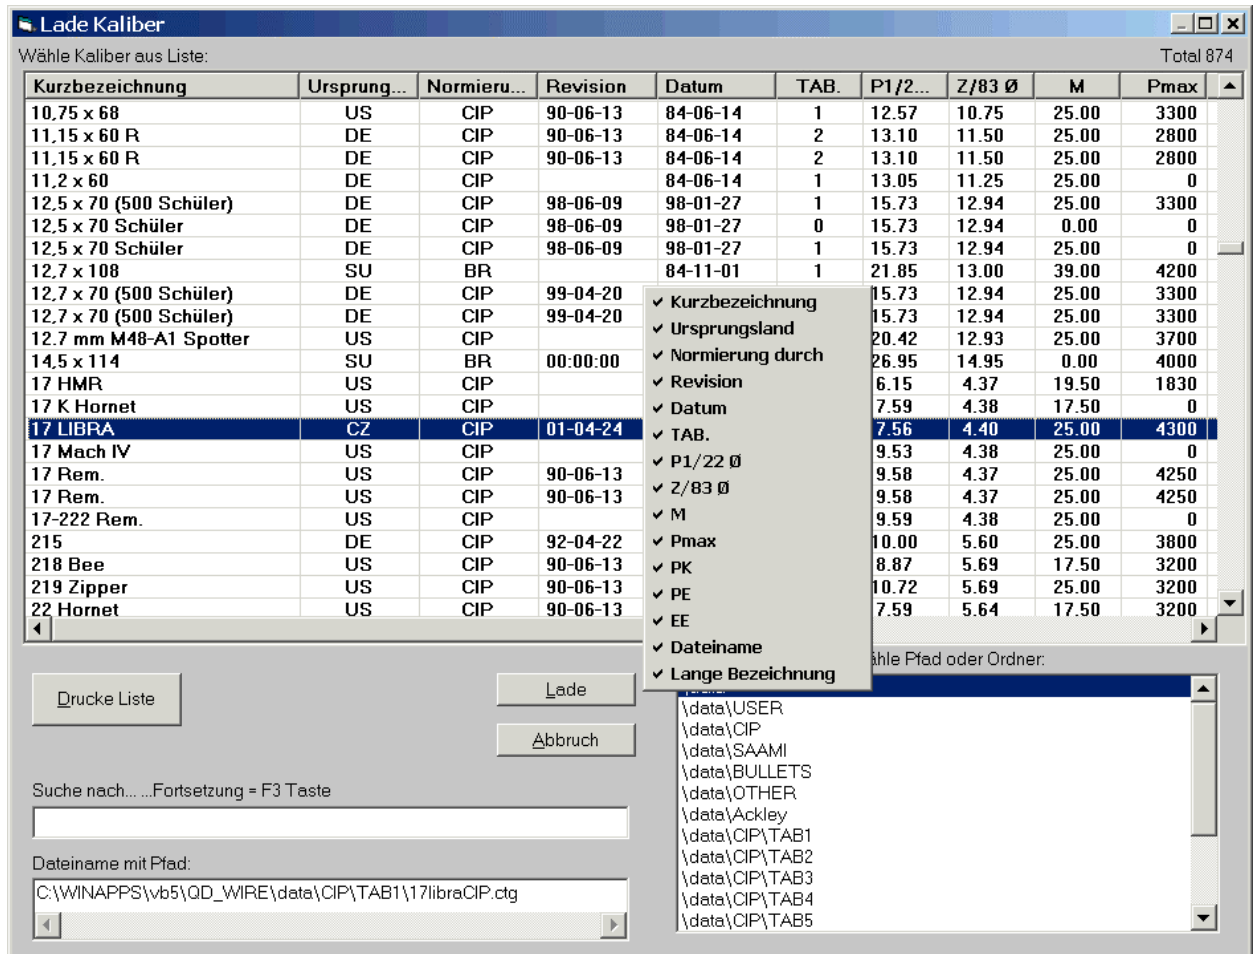

Abbildung 21: Fenster Lade Kaliber mit Pop-Up Menü zur Auswahl der Spalten
- ♦ **Drucke Liste Taste:** Sie können den Inhalt des Listenfeldes mit allen Kalibern, auch diejenigen, die nicht sichtbar sind, ausdrucken. *Bevor gedruckt wird, sollte überlegt werden nach welchen Gesichtspunkten die Liste sortiert wird damit der Ausdruck leicht zu überschauen ist. Es werden möglicherweise mehrere Seiten gedruckt. Es können unerwünschte Spalten ausgeschaltet werden. Dazu mit der rechten Maustaste auf die Tabelle klicken. Dadurch erscheint ein Menü, das alle Spaltenüberschriften enthält (siehe Abb. 21). Spalten ohne Haken (Check-Mark) werden nicht angezeigt.*